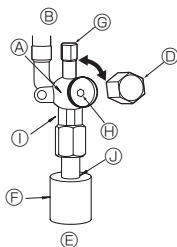

Fig. 4-6
(1) Gas-/Flüssigkeitsseite von ZM35-71 (Fig. 4-6)
- ① Entfernen Sie die Kappe und drehen Sie die Ventilstange mit einem 4 mm-Sechskantschlüssel bis zum Anschlag gegen den Uhrzeigersinn. Hören Sie auf zu drehen, wenn der Anschlag erreicht ist.